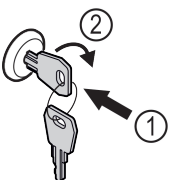

Fig. 143
- ▶ Schlüssel hineindrücken Fig. 143 (1).
- ▶ Schlüssel um 90° im Uhrzeigersinn drehen Fig. 143 (2).